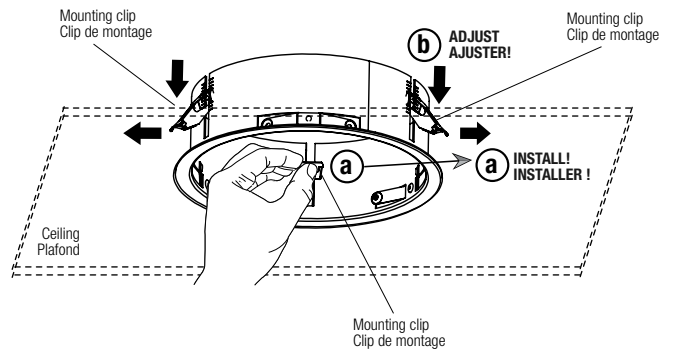

Figure 5
4. Hold the mounting frame up against ceiling then adjust clips from inside as shown in Fig. 5.
4. Tenir le cadre de montage contre le plafond ensuite ajuster les clips à partir de l'intérieur comme montré sur la Fig. 5.